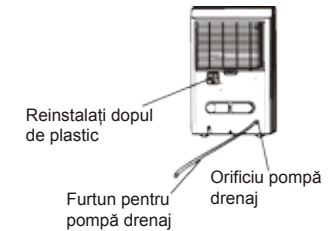

Fig. 11
- Scoateți furtunul de evacuare continuă din unitate și instalați capacul de plastic la priză continuă a furtunului de evacuare al unității prin rotație în sensul acelor de ceasornic. (Vezi Fig.11)
- Reintroduceți furtunul de evacuare a pompei la priză furtunului de evacuare a pompei de adâncime de 15mm, cel puțin (vezi Fig.11), apoi duceți furtunul de apă la scurgerea de la podea sau o instalație de drenaj adecvat.